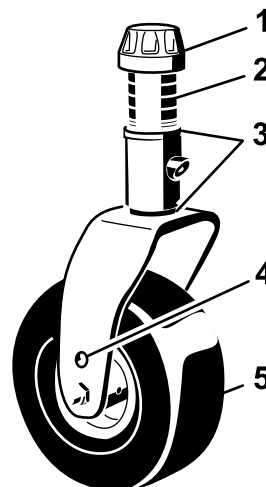
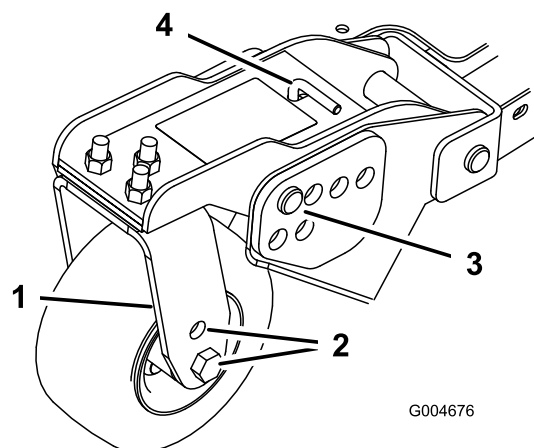
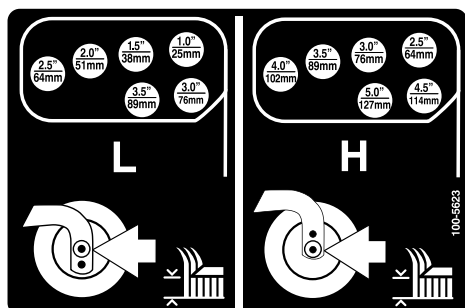

Figure 18
Figure 20
Figure 21
1. Placez les essieux des roues pivotantes dans les mêmes trous sur toutes les fourches (Figure 18 et Figure 20).
2. Enlevez le chapeau de tension de l'axe de pivot et sortez l'axe du bras pivotant (Figure 18).
5. Enlevez la goupille fendue et les axes de chape des bras pivotants (Figure 20).
6. Tournez la tige de tension pour élever ou abaisser le bras pivotant jusqu'à ce que les trous soient en face de ceux du support de hauteur de coupe sélectionnés dans le cadre du plateau de coupe (Figure 20 et Figure 21).